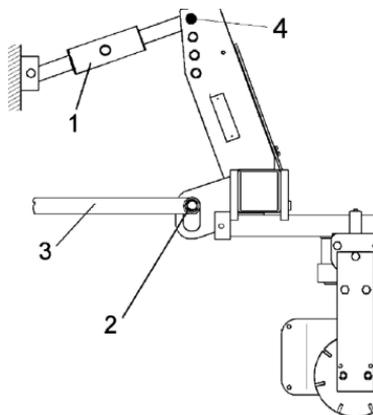

Рисунок 6.8.2 – Навешивание агрегата к трактору
Для навешивания комбинированного агрегата System-Компактор переключить гидросистему трактора на позиционное регулирование. Соединить нижние тяги 3 трактора с осью навески 2 и зафиксировать (рисунок 6.8.2).
- снять нижние тяги 3 с оси навески 2 (рисунок 6.8.2) ;